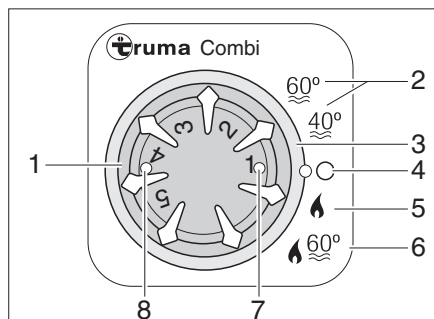

Fig. 166 Unidad de mando para la calefacción/caldera
- Seleccionar el modo de funcionamiento con el interruptor giratorio (Fig. 166,3).
La calefacción selecciona por sí sola la potencia de quemador necesaria. En el modo de funcionamiento "Calefacción y caldera" (Fig. 166,6) se calienta también el agua en la caldera. La calefacción puede utilizarse en el modo de funcionamiento "Calefacción sin caldera" (Fig. 166,5) con la caldera vacía.
- Poner el botón giratorio de temperatura (Fig. 166,1) de la unidad de mando en el nivel de calefacción deseado.
- Poner el interruptor giratorio (Fig. 166,3) en modo de invierno "Calefacción sin caldera" (Fig. 166,5) o en modo de invierno "Calefacción y caldera" (Fig. 166,6).
La luz de control verde (Fig. 166,7) se enciende.
- Ajustar el interruptor giratorio (Fig. 166,3) en "O" (Fig. 166,4).
La combinación de los funcionamientos a gas y con electricidad a 230 V acorta el tiempo de calentamiento (esto solo es posible si en la unidad de mando (Fig. 166) la calefacción se encuentra ajustada en modo de invierno).